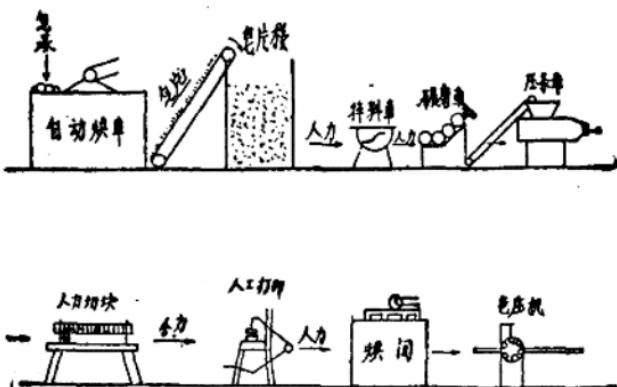

图 1 革新前的香皂生产流程
1. 革新前由烘車烘好的皂片用传送带送入皂片棧，使用时由皂片棧用人工取出送到攪拌車；攪好的料子用人力搬到碾磨机；从碾磨到小条子車及压条車之間有传送带連接，压好的皂条用人工切成皂块，送到脚踏打印机成形；再用人工車送进烘間，并送上包装机裝包。其生产流程如图1。